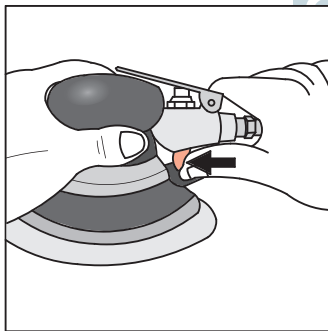

Рисунок 6 - Закрытие клапана
**ВНИМАНИЕ!** Во время подключения держите клапан регулировочный закрытым, повернув его от себя по часовой стрелке до упора (см. рис. 6).